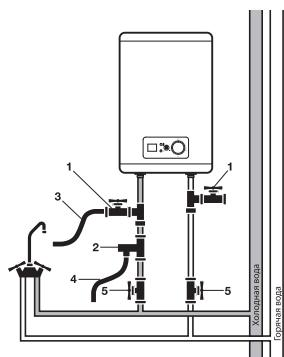

Рис. 6
- Присоедините дренажный шланг (позиция 3 на рис. 6) к запорному крану на тройнике на входе холодной воды в водонагреватель и направьте его в канализацию, либо в место слива воды. Откройте запорный кран и дождитесь полного слива воды.
При подключении к системе водоснабжения необходимо предусмотреть и реализовать установку индивидуальных запорных вентилей (позиция № 5 на рис. 6) на линии подачи холодной воды в водонагреватель и на линии выхода горячей. Индивидуальные запорные вентили по линии горячей и холодной воды, должны быть в закрытом состоянии в период неиспользования водонагревателя, проведении профилактических и техно-логических работ на линии водоснабжения. Установка и правильное использование запорных вентилей является обязательным условием при предоставлении гарантийного обслуживания, а также залогом длительной и безаварийной работы водонагревателя. Для упрощения процесса слива воды из водонагревателя рекомендуется на входе и выходе воды из водонагревателя установить тройники (позиция 1 на рис. 6).
Для подключения водонагревателя к водопроводу применяются трубы диаметром G1/2. Подключение обратного предохранительного клапана (позиция 2 на рис. 6): клапан следует устанавливать в месте входа холодной воды (удостоверьтесь, что гибкая сливная трубка (позиция 4 на рис. 6) установлена, на отверстие спуска давления и слива воды и направлено вниз в специальный дренаж для удаления воды).